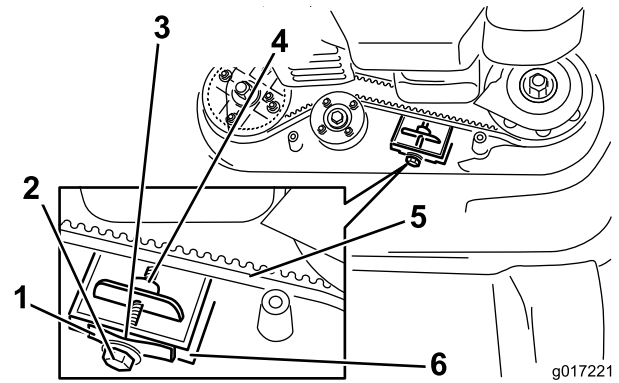

Figura 36
**Nota:** Si hay un espacio visible entre la galga y el muelle, apriete el perno de ajuste y la contratuerca hasta que el papel apenas pueda deslizarse libremente por el hueco (Figura 36).